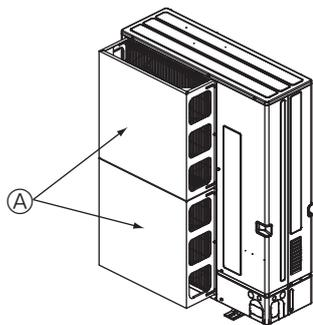

Fig. 2-15
- ① Monter en luftdeleplade (ekstraudstyr), hvis enheden installeres på et sted, hvor kraftig blæst fra stormvejr osv. kan komme direkte ind i luftudblæsningen. (Fig. 2-15)